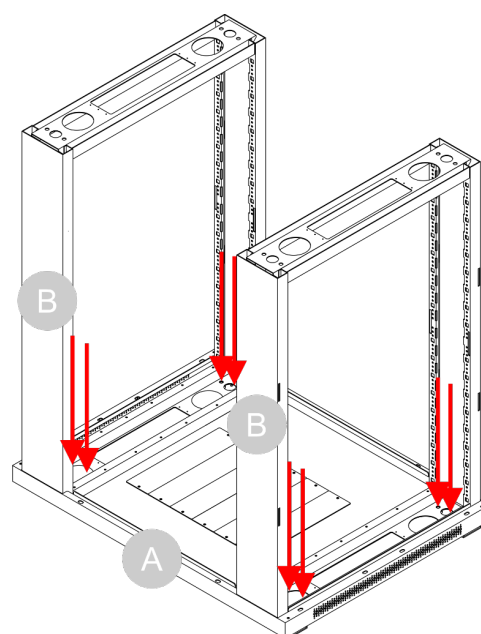

Fig. 20
- 03) Con una chiave a bussola e una **chiave esagonale (R)**, fissare i 2 **telai (B)** alla **piastra inferiore (A)** con 8 **dadi (K)** e 8 **viti (M)**, come illustrato nella Fig. 20.